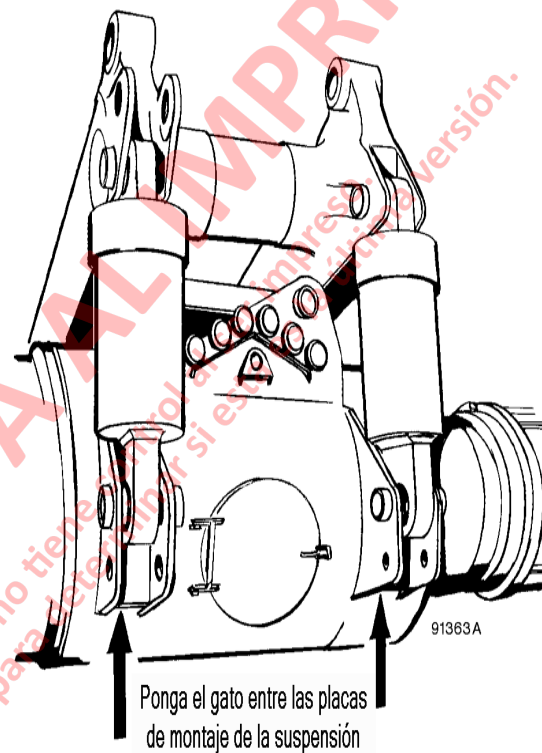

FIGURA 2-5. UBICACIÓN DEL GATO EN EL EJE TRASERO
1. Estacione el camión en un terreno nivelado y bloquee las ruedas delanteras. Ponga un gato hidráulico bajo las placas de montaje de la suspensión trasera como se muestra en la Figura 2-5.